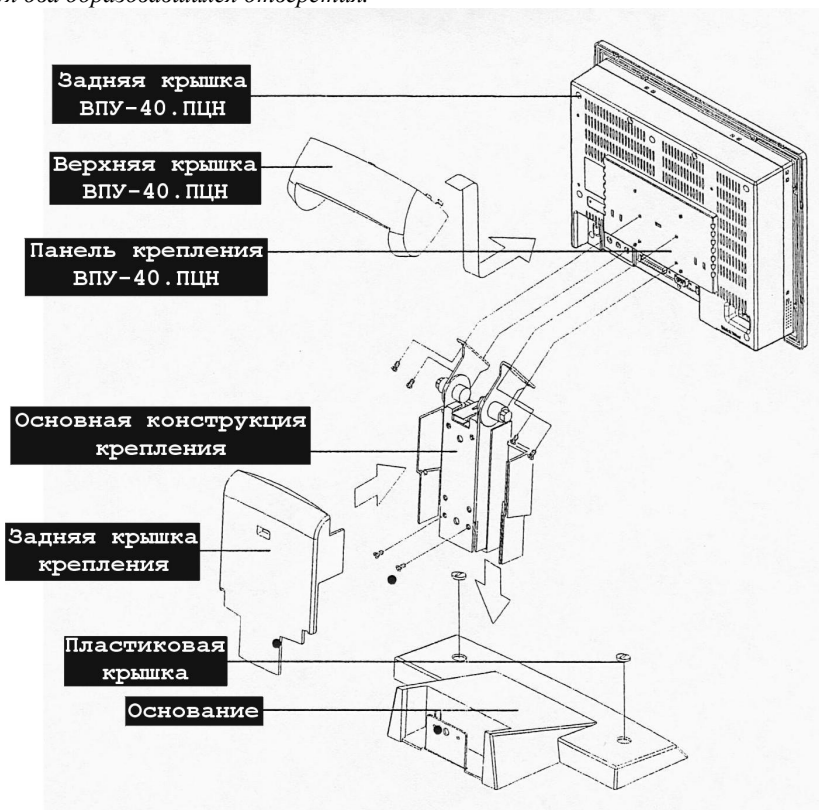

Рис.1 – Основные части крепления
1. используя четыре болта с полукруглой головкой М4 х 12L, присоедините панель крепления к задней крышке ВПУ-40. ПЦН (смотрите рисунок 1);
3. вставьте основную конструкцию в основание (смотрите рисунок 1). Основная конструкция должна легко вставляться в основание. Используя два болта с плоской головкой М4 х 8L, закрепите между собой основную конструкцию и основание;